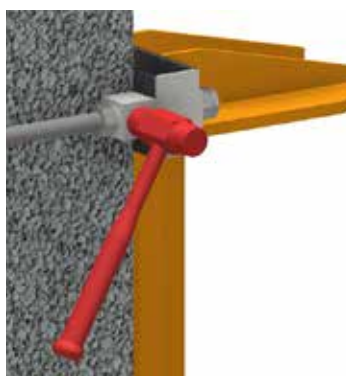

fig.41
6. Per mezzo di una mazzuola, far aderire perfettamente il piano dei quadri di contrasto 6 alla superficie del pilastro (fig. 41).